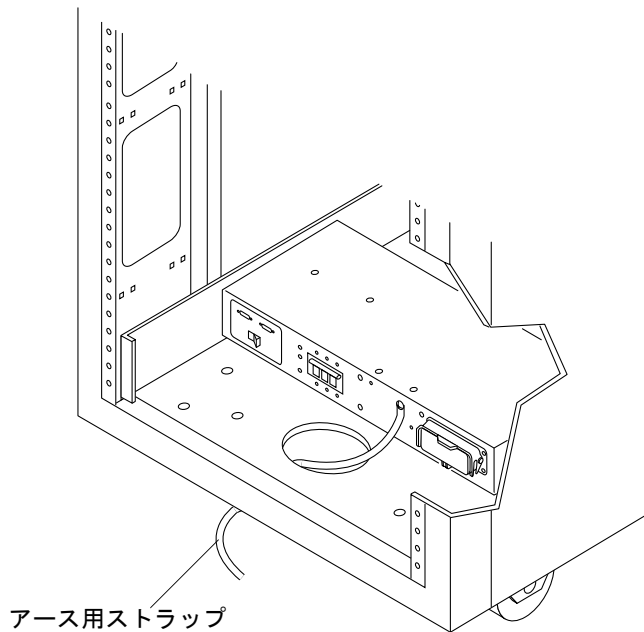

図 4-2 アース用ストラップを正面電源シーケンサに接続する
3. アース用ストラップの他端を拡張キャビネットの正面電源シーケンサに接続します (図 4-2)。